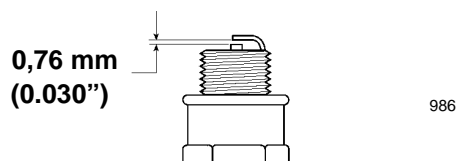

Figure 13
3. Régler l'écartement des électrodes de la nouvelle bougie à 0,76 mm (0.030") (Fig. 13).